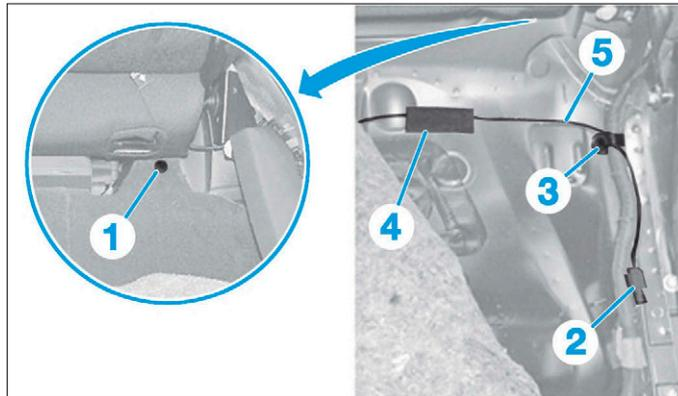
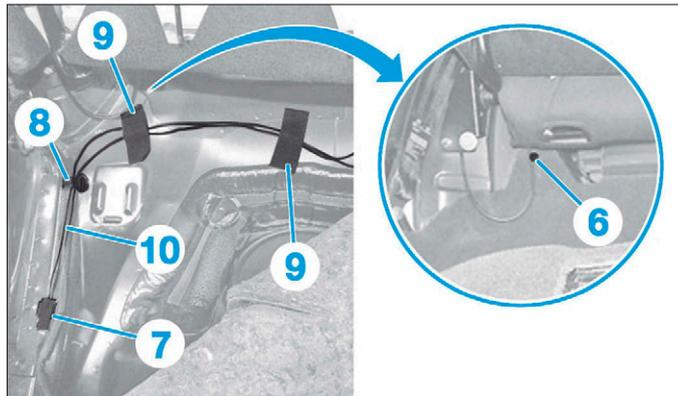
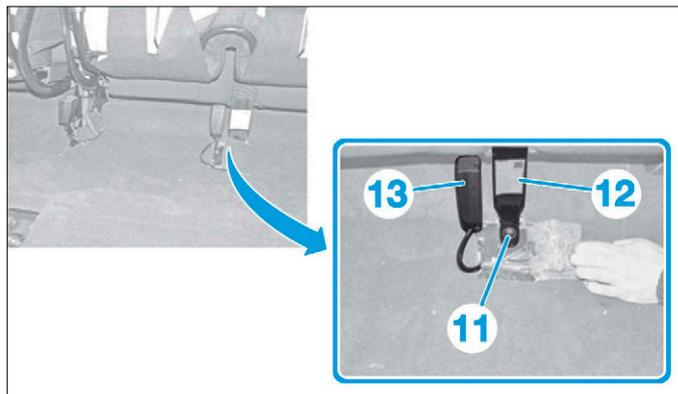

FIG. 23
FIG. 24
FIG. 25
- Dégrafer l'agrafe (1) (Fig.23).
- Débrancher le connecteur (2).
- Dégrafer le faisceau (3).
- Décoller le faisceau (4).
- Ecarter le faisceau (5).
- Déposer l'agrafe (6) (Fig.24).
- Débrancher le connecteur (7).
- Dégrafer le faisceau (8).
- Décoller le faisceau (9).
- Ecarter le faisceau (10).
- Déposer la vis (11) (Fig.25).
- Ecarter la ceinture de sécurité arrière centrale (12).
- Déposer le brin de boucle de ceinture (13).